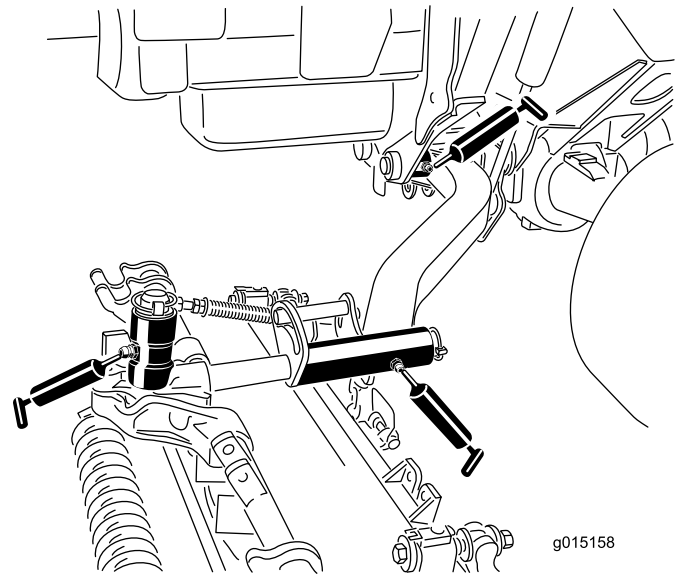

Figure 52
- Bagues de pivot de bras de levage (1 par unité de coupe) (Figure 52)
- Bâti porteur d'unité de coupe (2 par unité de coupe) (Figure 52)
- Pivot de bras de levage d'unité de coupe (1 par unité de coupe) (Figure 52)